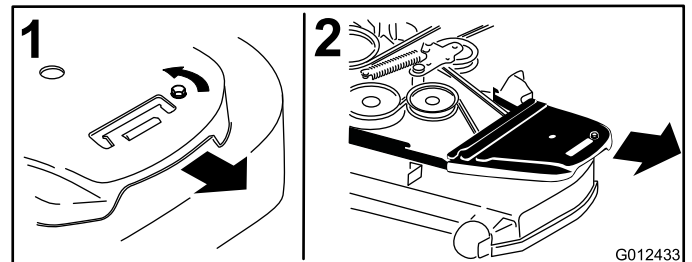

Figura 77
4. Retire las cubiertas de las correas y los pernos que están sujetos a las mismas (Figura 77).